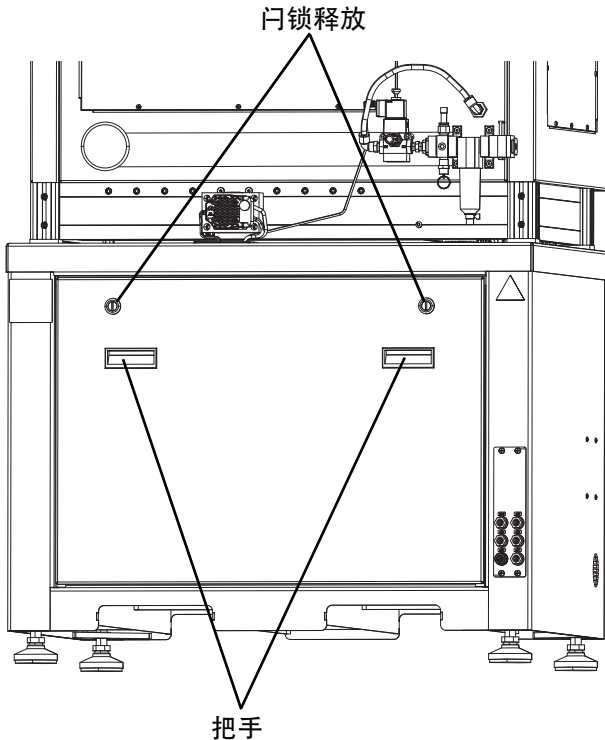

图 15:C-300 后面板
2. 使用大型平头螺丝刀或类似工具将后面板上的两个门锁逆时针旋转 1/4 圈。这将释放面板。见图 15。